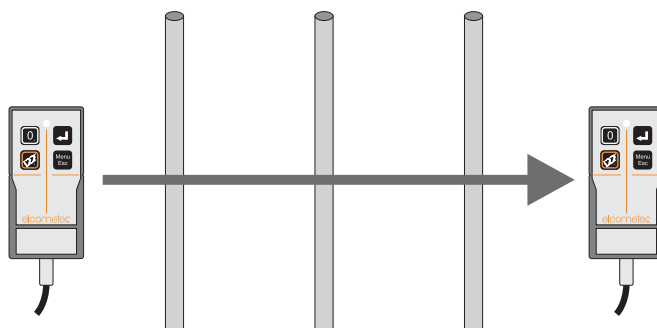

Figure 9. Aligner la sonde et scanner la surface
7. Maintenir la sonde dans l'alignement puis déplacer la sonde sur la zone de recherche (Figure 9).